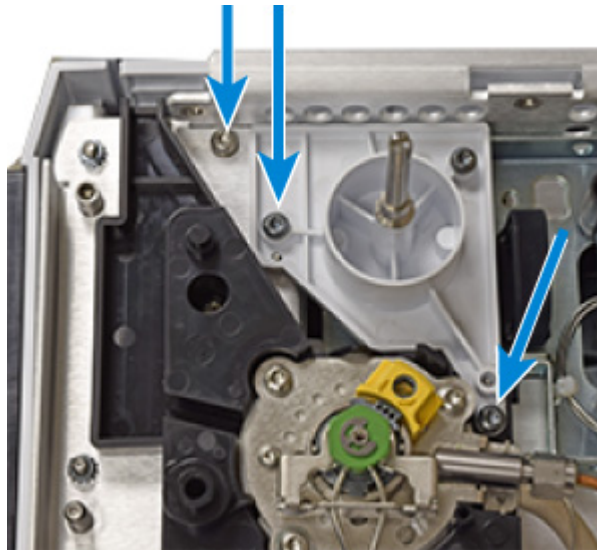

图 8 启动维护向导
- 2 启动 GC 维护向导（图 8），然后按照提示信息执行操作。向导将指导完成更换检测器连接件所需的步骤。提供了以下步骤，可供参考。